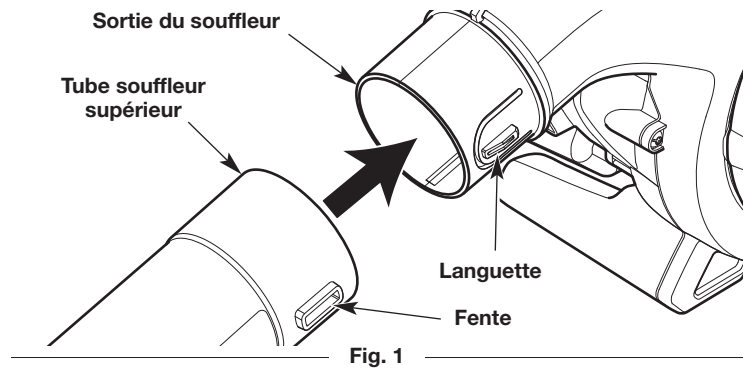

Fig. 1
2. Alignez les fentes du tube du souffleur supérieur avec l'onglet de la sortie du souffleur (Fig. 1).
3. Insérez le tube de souffleur supérieur sur la sortie du souffleur jusqu'à ce que l'onglet s'enclenche sécuritairement dans la fente (Fig. 1).